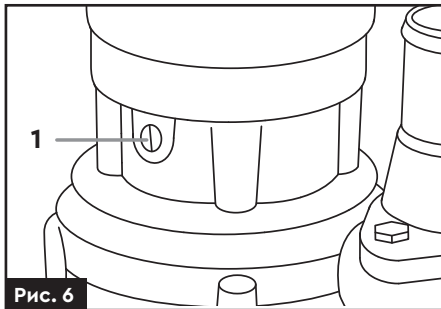

Рис. 6
- › Перевірте рівень оливи у оливній камері, яка розташована у нижній частині двигуна. Пробка для контролю та заливу оливи **(1) (рис. 6)** також розташована у нижній частині двигуна насоса.